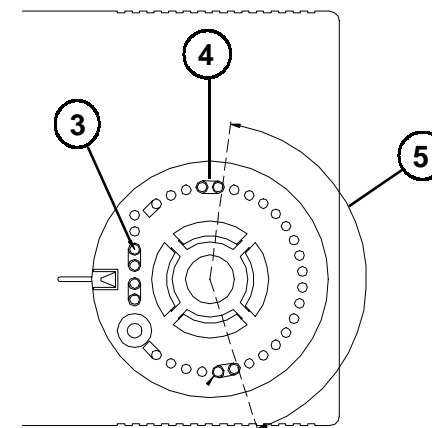

Fig. 2
2. Prelevare i cavalieri meccanici (3) parcheggiati a lato della sede manopola e posizionarli (4) come nell'esempio di Fig. 2. In questo modo il campo di rotazione (5) e' ridotto come nell'arco indicato.
2. Pick up the plastic pins (3) parked at one side of the knob area and set them (4) as in the example of Fig. 2. In this example the rotation range (5) is reduced as in the shown angle.